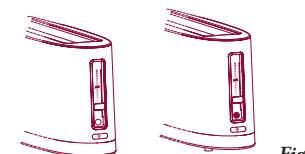

Fig. 8
- 4 Presionar el botón DEFROST ; se enciende la respectiva luz (fig. 8).